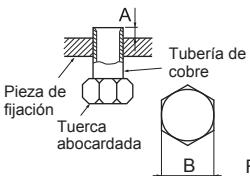

Fig. 5
- Inserte la manguera de drenaje hasta llegar a la base del depósito de drenaje (conexión de la tubería). (Fig. 5) Asegúrese de que el cierre de la manguera de drenaje está firmemente enganchado a la parte saliente en el accesorio de la manguera del depósito de drenaje.